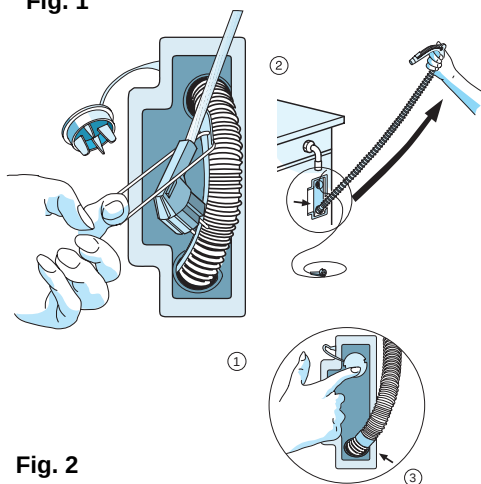

Fig. 2
2. Dégagez le tuyau en le tirant vers le haut, jusqu'à ce que vous voyez le taquet (voir la Fig. 2, flèche dans la Fig. 3).
1. Vous pouvez soit fixer le tuyau de vidange au siphon, soit l'accrocher au rebord d'un évier ou d'un lavabo avec la crosse de vidange (voir la Fig. 2). Les petits lavabos ne conviennent pas. Le rebord utilisé ne doit pas se situer à plus de 125 cm au-dessus du sol.